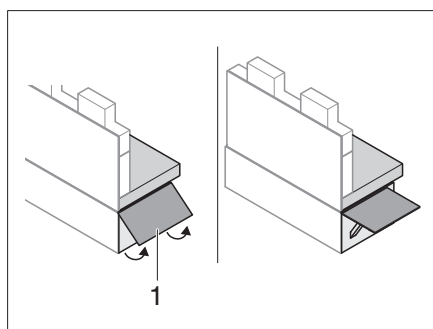

Fig. 141 Déployer la rallonge de banquette
- Rabattre la rallonge de la banquette (Fig. 141,1) vers le haut.
- Insérer la languette de déverrouillage et rabattre la rallonge de banquette (Fig. 141,1).